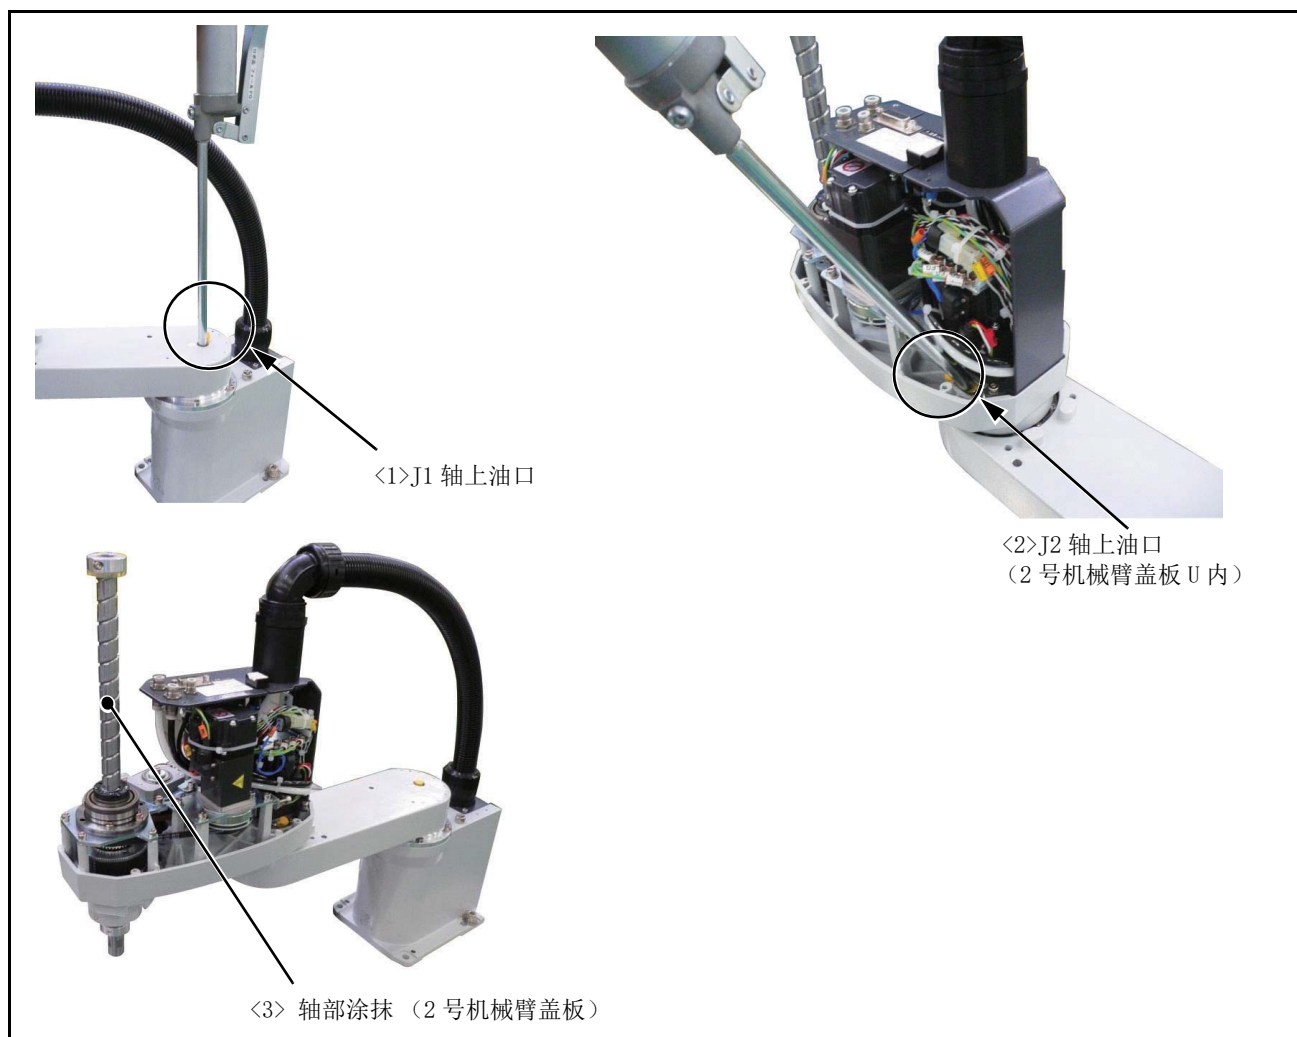

图 5-6：上油位置
油脂喷嘴的位置如图 5-6 所示。此外，各轴的上油规格如表 5-5 所示。
- 表 5-8 的编号与图 5-6 的供应位置的编号相对应。
(2) J1、J2 轴的上油方法